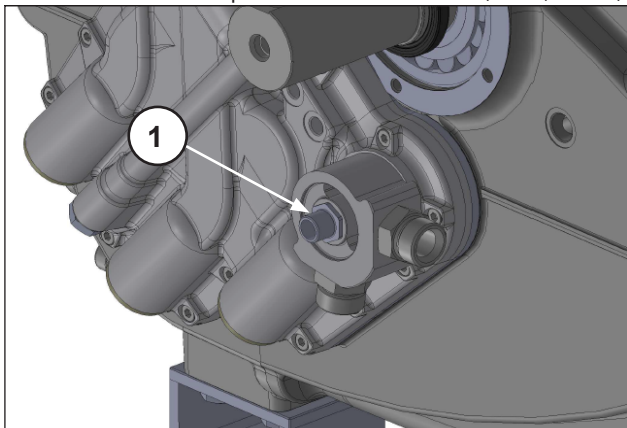
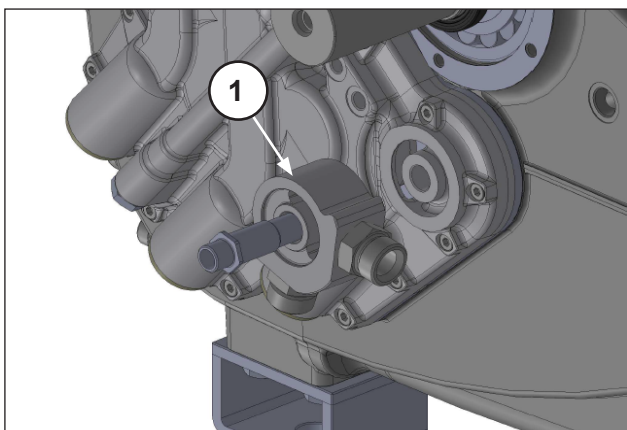

Abb. 19
Abb. 20
Drehen Sie die Verschraubung Austauscher Ölfilter (Pos. ①, Abb. 19) ab und entfernen Sie den Adapter des Luft-/Ölaustauschers (Pos. ①, Abb. 20).